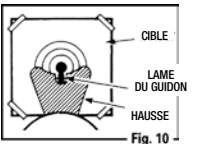

Fig. 10
- La ligne de mire de votre carabine est réglée correctement lorsque la lame du guidon est alignée avec le centre de l'encoche de la hausse. Le dessus de la lame du guidon doit être à la même hauteur que le dessus de l'encoche de la hausse. Le point de mire doit sembler reposer sur le dessus du guidon. (Fig. 10)